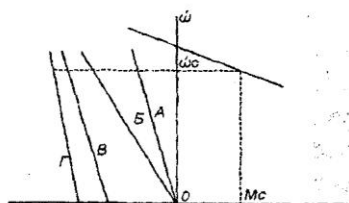

Рис. 95
**4-12.** Время торможения электропривода от угловой скорости вращения  $\omega = \omega_c$  до  $\omega = 0$  будет наименьшим при торможении двигателя постоянного тока (рис. 95):